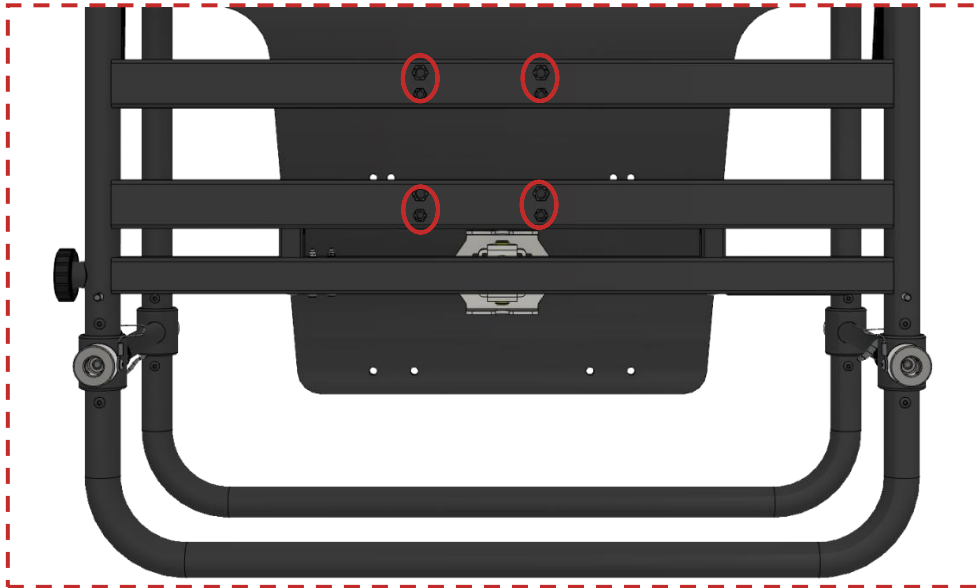

Abbildung 24 Kontrolle der Montagegewinde an der Unterseite
- Vor und nach jeder Installation müssen die **M6- und M8-Montagelöcher** (siehe rote Markierung in Abbildung 24) sorgfältig überprüft werden, da sie während der Installation des Aufhängezubehörs beschädigt werden können.